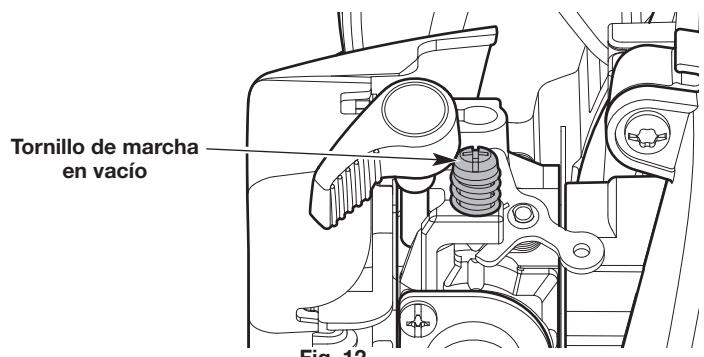

Fig. 12
- Si el motor se para, aumente la velocidad de ralentí. Use un destornillador Phillips pequeño para girar el tornillo de velocidad de ralentí en el sentido de las agujas del reloj, 1/8 de giro cada vez hasta que el motor funciona al ralentí de manera uniforme (Fig. 12).